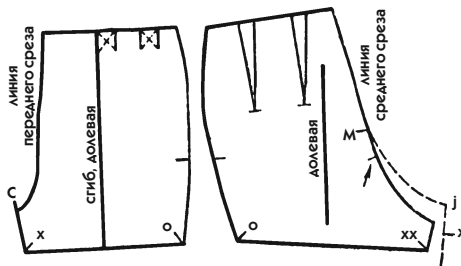

Рис. 774
1. На передней половине лекала зауженных книзу брюк проведите горизонтальную линию длины шорт ниже засечки С на 4 см. Поставьте засечку Х (рис. 774).
3. Переснимите эту часть задней половины, начертив пунктирной линией закругление линии среднего среза (см. засечки J и X на рис. 774).